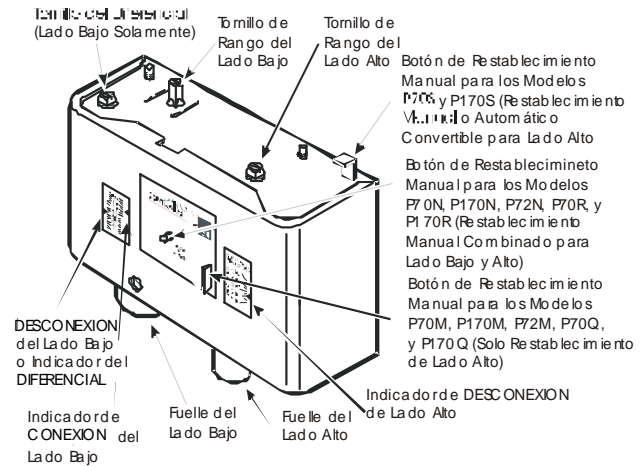

Figura 9: Ajuste de los Controles de Presión Doble
El ajuste de los controles P70, P72, y P170 de presión doble varían de acuerdo al modelo. Las pautas y diagramas siguientes ilustran los procedimientos para ajustar estos controles. Refiérase a la etiqueta del producto dentro de la tapa del control para el número del modelo y la acción del interruptor, y revise el frente de la tapa del control para determinar si el control es un modelo Todo Rango o MICRO-SET®. Vea la Figura 9 para una ilustración e instrucciones de los ajusted del control.
4. Ajuste la operación de restablecimiento (sólo en modelos P70S y P170S) para restablecimiento automatico del lado alto o bloqueo de restablecimiento manual. Véase Mecanismo de Restablecimiento Convertible de Alta Presión en los Modelos P70S y P170S y Figura 9.